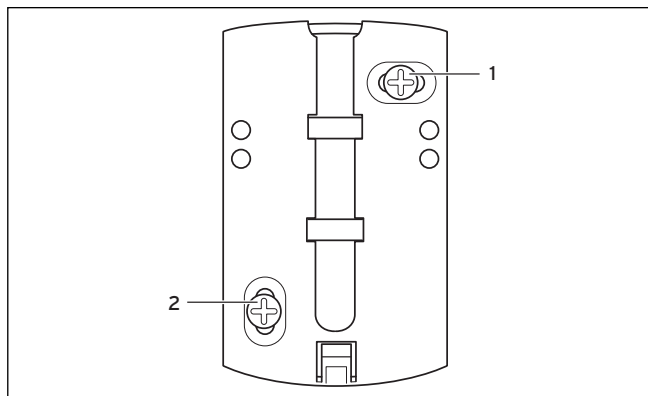

Рис. 4.3 Монтаж настенного держателя
- ⇒ Закрепите настенный держатель двумя болтами (1, 2) на стене (см. рис. 4.3).